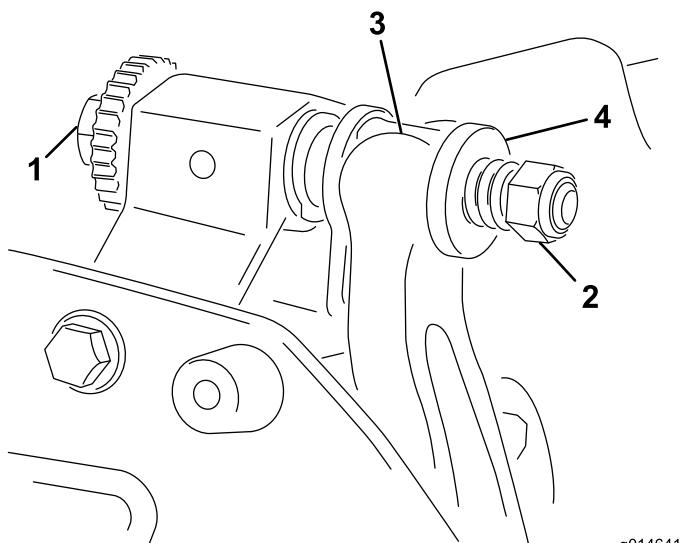

Рисунок 16
- Поверните регулировочный винт неподвижного ножа против часовой стрелки, чтобы отвести неподвижный нож от барабана (Рисунок 16).